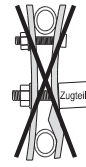

fig. 9
**Avertissement:** Appliquer la même force de serrage aux vis et ne pas trop serrer. Les plaques d'attelage doivent être parallèles et ne pas être déformées (fig. 9).